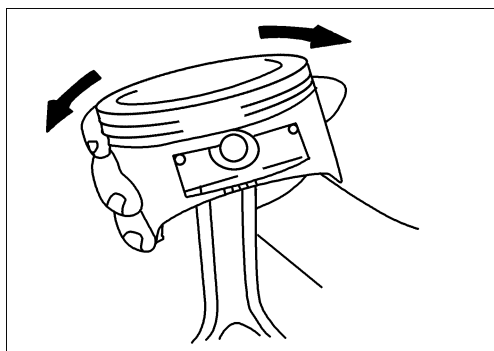
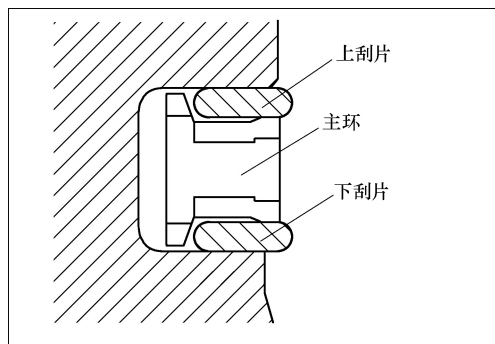

图 2-118 检查活塞能否自由转动
图 2-119 将油环的主环放入油环槽内
⑩ 如图 2-118 所示，检查活塞能否自由转动。
(2) 安装油环
① 如图 2-119 所示，将油环的主环放入油环